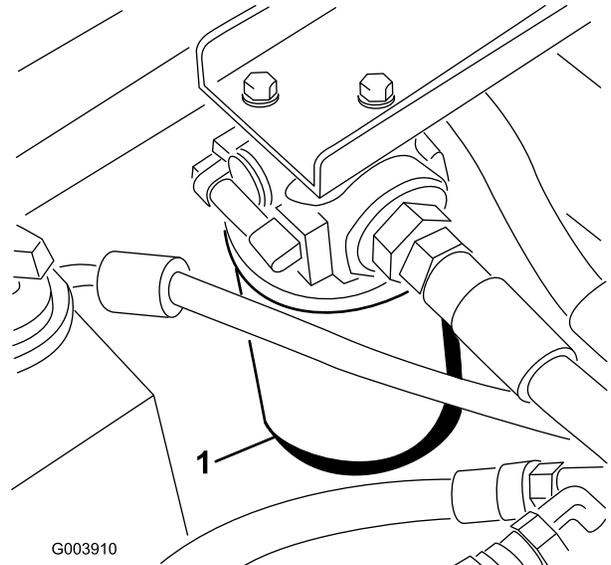

Figure 72
2. Nettoyez la surface autour de la surface de montage du filtre (Figure 72) et placez un bac de vidange sous le filtre.